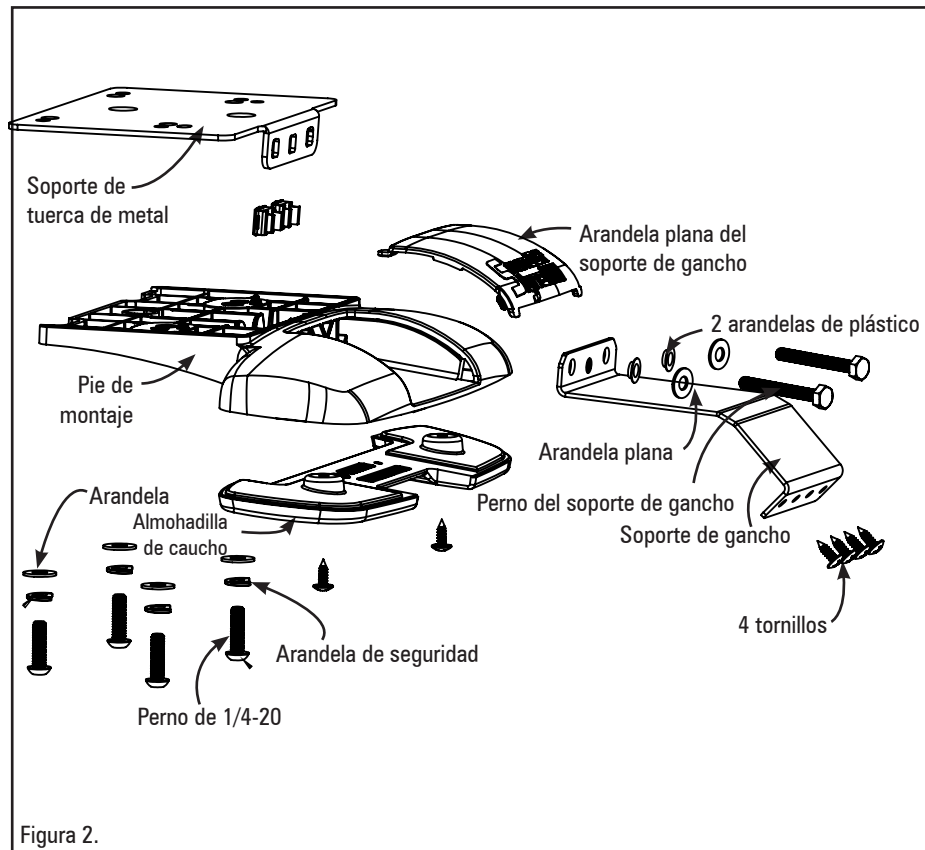

Figura 2.
1. Fije los tornillos que se proporcionan al pie de montaje para asegurar la almohadilla de caucho, como se muestra en la Figura 2. Asegúrese de que la torsión no supere los 10 IN-LBF.